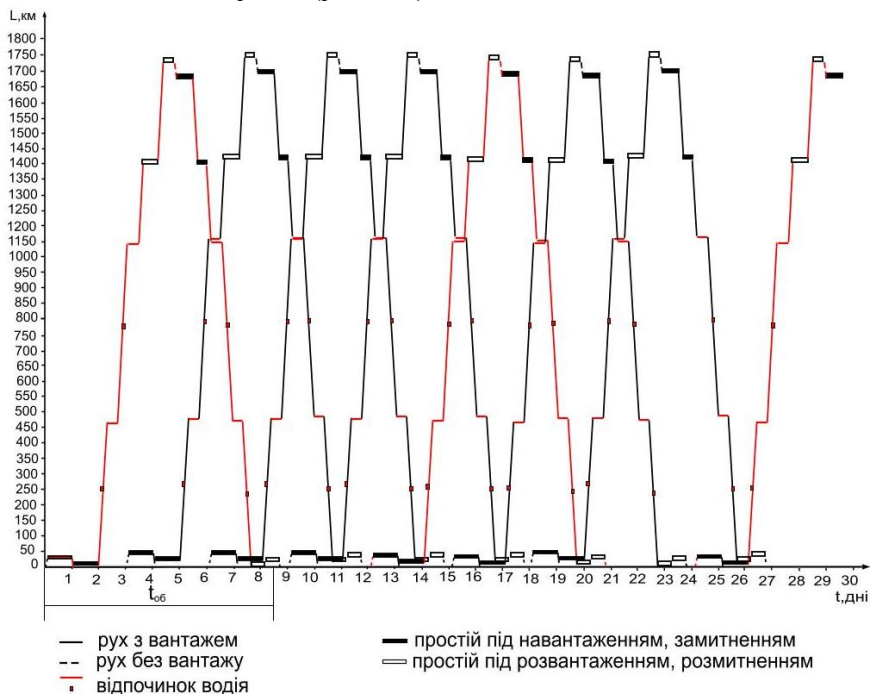

Рис. 3.2. Графік руху автомобіля на міжнародному маршруті
4. Після завершення складання графіка роботи водія необхідно накреслити графік руху автомобіля на міжнародному маршруті, на якому по осі ординат відкладаємо відстань в кілометрах, а по осі абсцис – час у днях. На графіку потрібно позначити всі операції, а саме рух і простої, та час затрачений на виконання цих операцій (рис. 3.2).